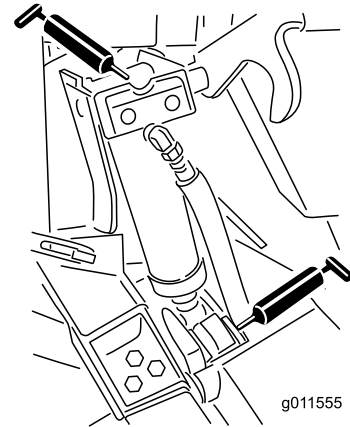

Bild 48
- Hubzylinderbüchsen (4) (Bild 48)